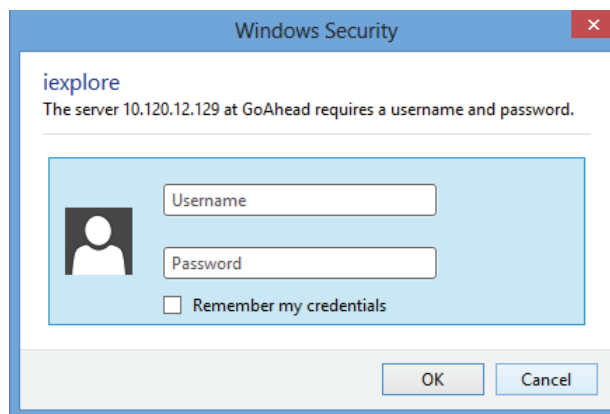

figura 41.2: Ventana de conexión
- 4 Haga clic en el botón *Continue* para acceder a la interfaz web. Se mostrará una pantalla similar a la indicada en figura 41.2.